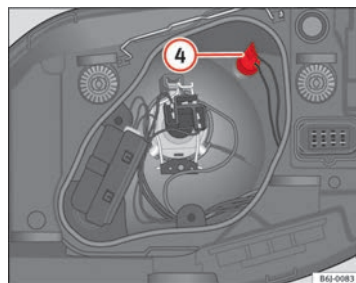

Fig. 159 Feux de position
- Retirez le support d'ampoules ④ ⇒ fig. 159 vers l'extérieur.
- ③ Feux de croisement
- ④ Clignotant